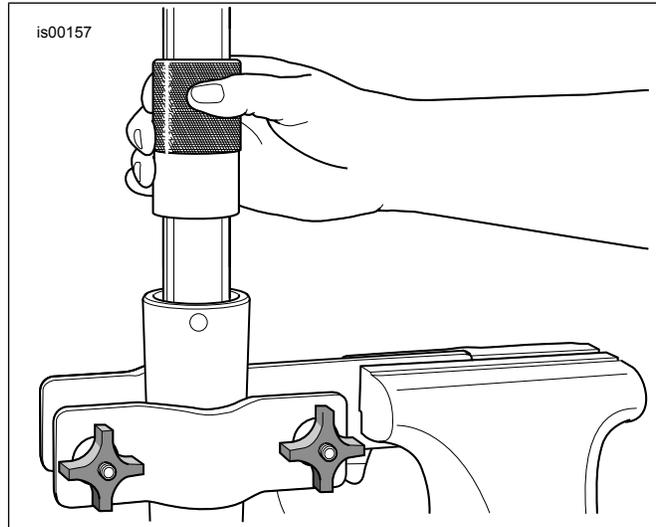

Abbildung 7. Gabelöldichtung einbauen
12. Innendurchmesser (ID) und Außendurchmesser (OD) der Gleitbuchse (E) mit sauberem Gabelöl bestreichen.
14. Die Dichtungsdistanzscheibe (D) am Tauchrohr nach unten schieben, bis sie an der Gleitbuchse anstößt (in beiden Richtungen).
15. ID der **neuen** Gabelöldichtung (4) mit sauberem Gabelöl bestreichen.
18. Siehe Abbildung 7. Das Buchseneinbauwerkzeug für die Gabeldichtung (HD-45305) bereitlegen und wie folgt vorgehen:
- b. Siehe Abbildung 7. Das Werkzeug wie einen Gleithammer benutzen und die Gabelöldichtung (mit Dichtungsdistanzscheibe und Gleitbuchse) am Tauchrohr nach unten drücken, bis die Halteclipnut an der Innenseite des Gabelgleitrohrs sichtbar ist.